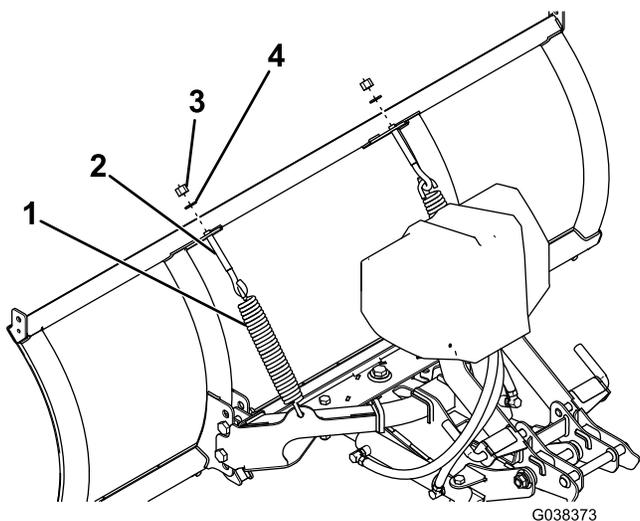

Figure 4
5. Accrochez les 2 ressorts de déclenchement dans les trous sur le cadre de poussée (Figure 4).
- Accrochez l'autre côté des ressorts de déclenchement aux 2 boulons à œil (Figure 4).
- Insérez l'extrémité filetée des boulons à œil dans les trous sur la lame chasse-neige et fixez-les avec 2 rondelles (1/2 po) et 2 écrous autobloquants (Figure 4).